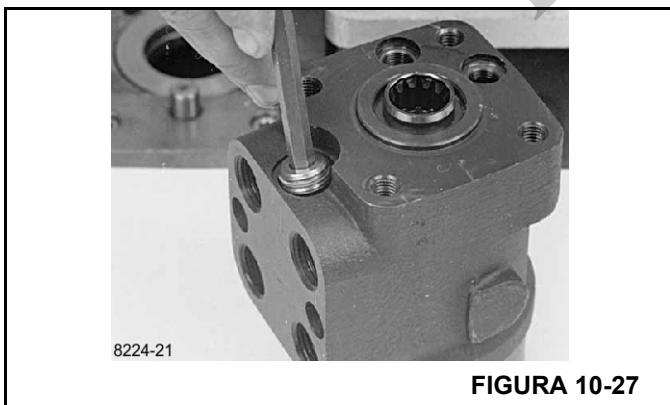

FIGURA 10-27
21. Retire el tornillo de ajuste utilizando una llave Allen de 8 mm (Figura 10-27).